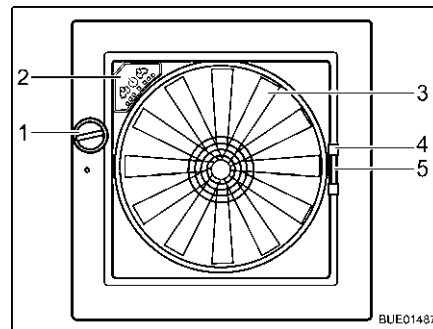

Fig. 92 Clarabóia Omni-Vent
- Gire o botão rotativo (Fig. 92,1), até ter atingido o ângulo de abertura pretendido.
- Gire o botão rotativo (Fig. 92,1) até a clarabóia estar completamente fechada.
- Puxe a mosquiteira pelo manípulo (Fig. 92,4) para o lado oposto da moldura.
- Comprima o manípulo (Fig. 92,5) do dispositivo de escurecimento.
Se a clarabóia estiver aberta, o ventilador de 6 níveis (Fig. 92,3) permite ventilar e extrair o ar da zona interior. O ventilador é operado no painel de controlo (Fig. 92,2).